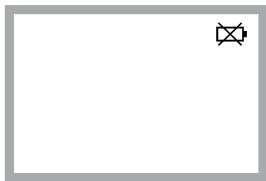

Figura 8
1. Quando o símbolo "❏" aparecer no canto superior direito da tela LCD (veja a figura 8), é necessário trocar as pilhas.